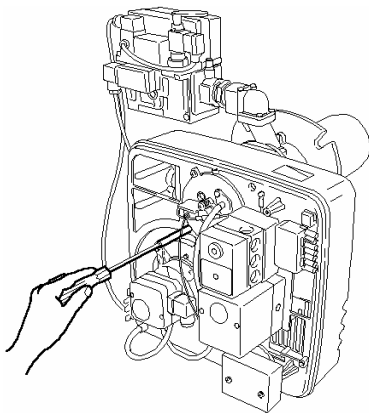

Fig. 21
- Cu șurubelnița slăbiți șurubul de fixare a capacului (Fig. 21)